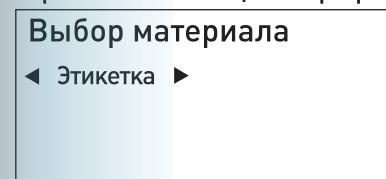

Рисунок 4.2-2
2) Нажмите клавишу **【←】** / **【→】** для выбора "Этикетка", нажмите **【↓】** чтобы перейти в столбец выбора размера этикетки. (Рисунок 4.2-2)